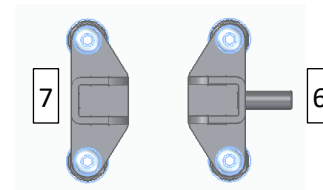
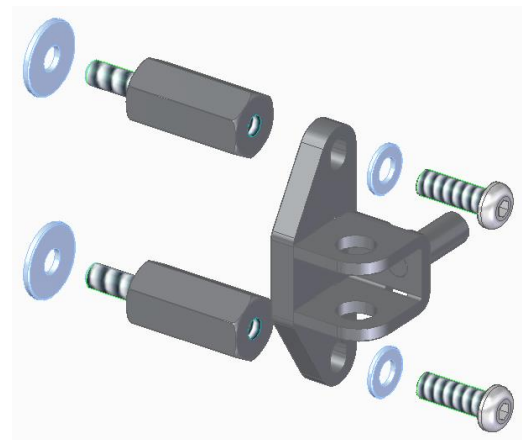

Abbildung 1
Abbildung 2
Zunächst erfolgt die Montage der beiden oberen Halterungen (6+7 - Abb. 1). Hierzu wird jeweils zuerst eine der beiden Befestigungsschrauben eines Türscharniers entfernt (Niemals beide Befestigungsschrauben gleichzeitig lösen!). Anstelle dieser Schraube wird ein Sonderbolzen (16) mit großer Unterlegscheibe (25) darunter angebracht (Abb. 2 – Anzugsdrehmoment 20 Nm). Zur Sicherung aller Schrauben muss Schraubensicherungslack auf den Gewinden angebracht werden!